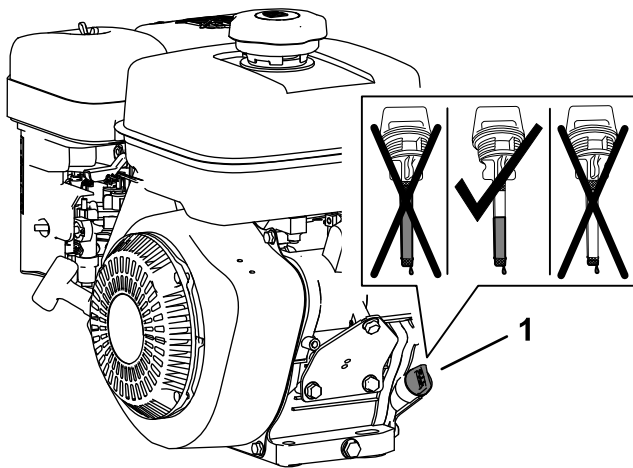

図 16
1. エンジンのオイル補給口からディップスティックを抜きウェスで一度きれいに拭く(図 16)。
2. 補給口から、所定のオイル 0.6 L をゆっくりとエンジンのクランクケースに入れる(図 16)。
**注** ディップスティックについている 2 つの格子模様の間が全部オイルで濡れていればオイル量は適正です(図 16)。